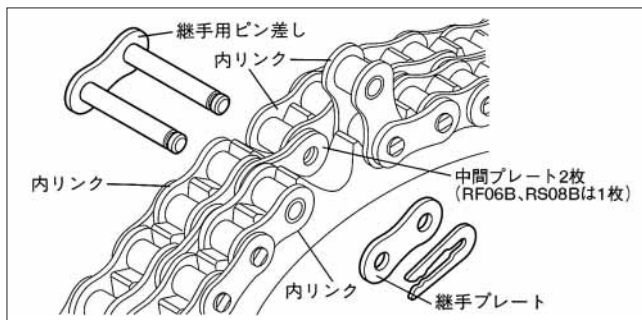

図15. 「継手用ピン差し」を通す
- 2) 「継手用ピン差し」を両端の内リンクに通し、多列チェーンの時は中間プレート2枚（チェーン列数-1箇所）を入れて、次の内リンクにピンを通して行きます。（図15）